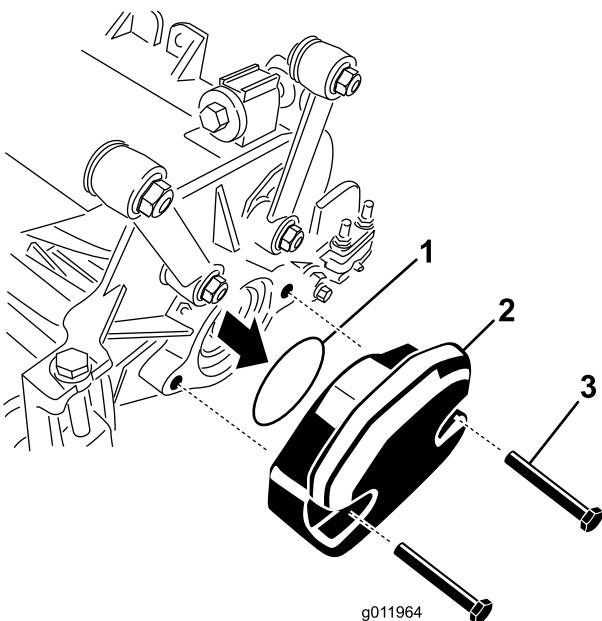

Figura 23
2. Rimuovete la zavorra e l'O-ring (Figura 23) dall'estremità interna dell'unità di taglio destra.